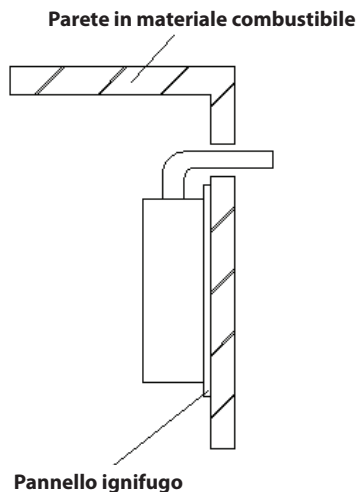

Figura 5.6
- Se i materiali delle zone di installazione sono combustibili o infiammabili si deve utilizzare un pannello antincendio per isolarli. La lastra resistente al calore e la distanza dalla parete devono essere superiori a 10 mm e la lastra dev'essere più larga dello scaldabagno di 10 mm (Figura 5.6).